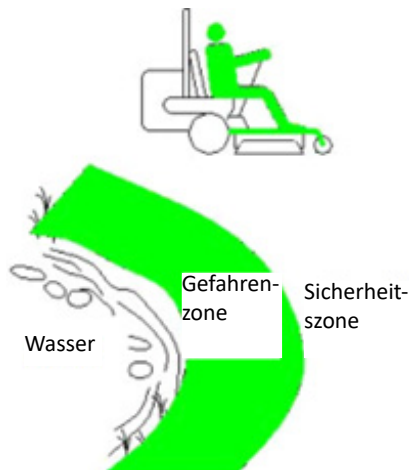

FIG. 1
- Verwenden Sie einen Rasenmäher mit laufendem Bediener oder einen Handrasenmäher in der Nähe von Deponien, Gräben, steilen Böschungen oder Gewässern. Dieser Bereich kann gefährlich sein, siehe Abbildung 1.